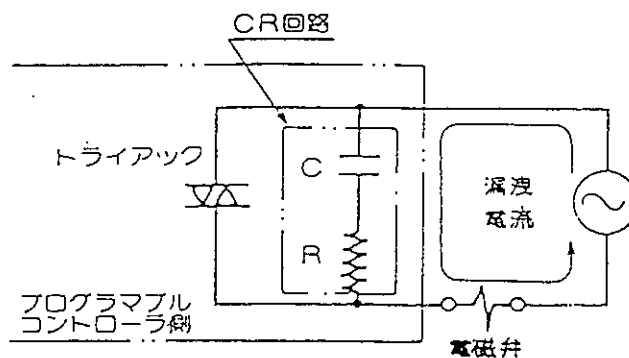

図9
- (1) プログラマブルコントローラなどで電磁弁を動作させる場合には、プログラマブルコントローラの出力の漏洩電流が下記の仕様範囲内であることを確認してください。誤動作の原因となります。(図9参照)